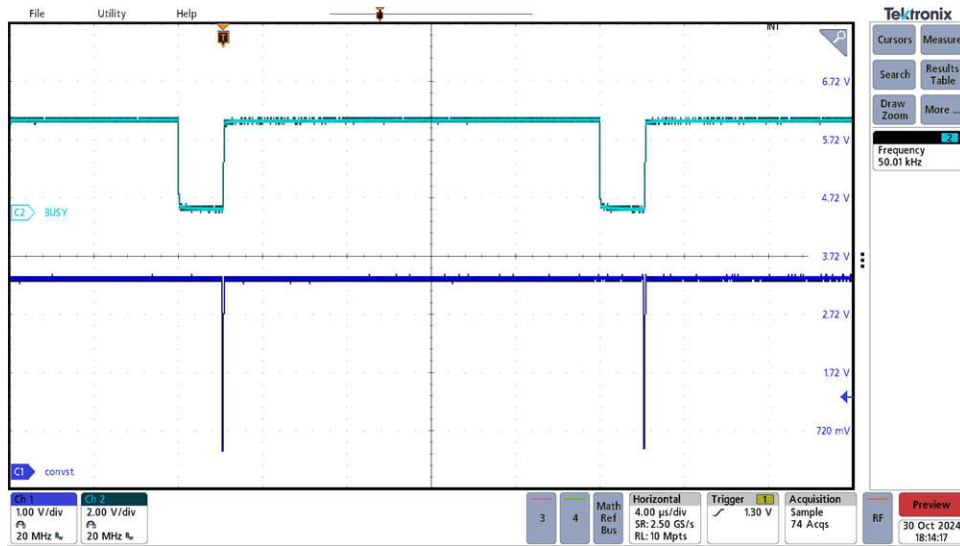

图 3-13. ADS8588S CONVST 和 BUSY 信号
4. 如果频率为 50kHz，则使用示波器检查外部 ADC 的 **BUSY** 信号。图 3-13 显示了 MCU 运行时 **ADS8588S** **BUSY** 和 **CONVST** 信号。